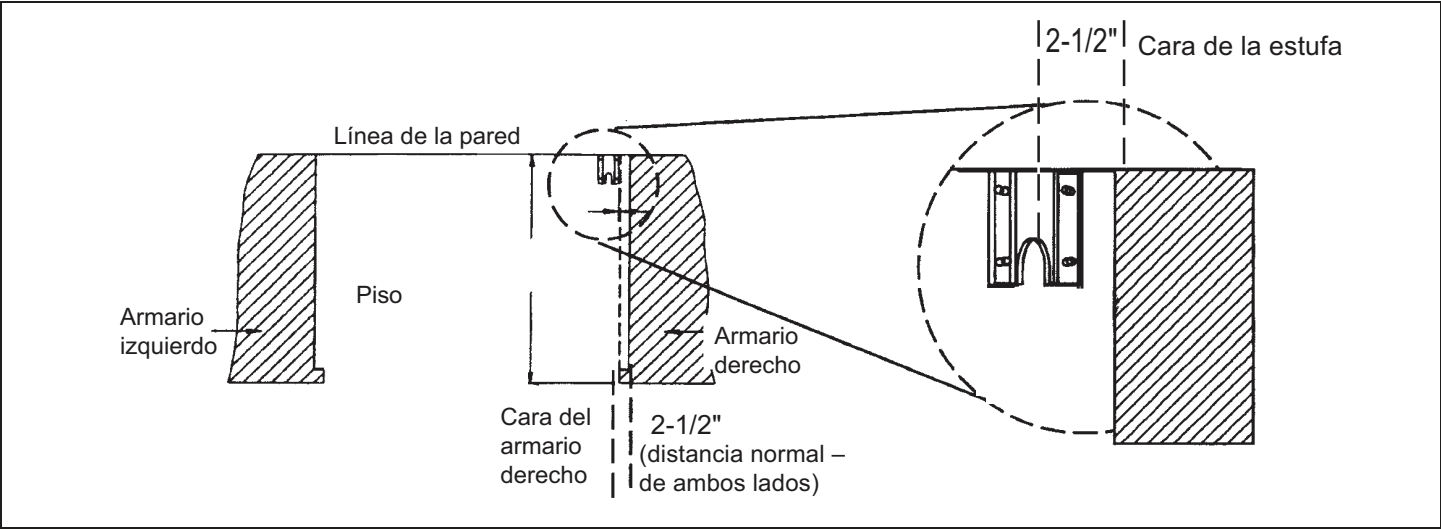

Figura 7b: Ubicación del dispositivo antivuelco (vista en planta)
1. Coloque el soporte sobre el piso en la posición indicada en la Figura 7b.